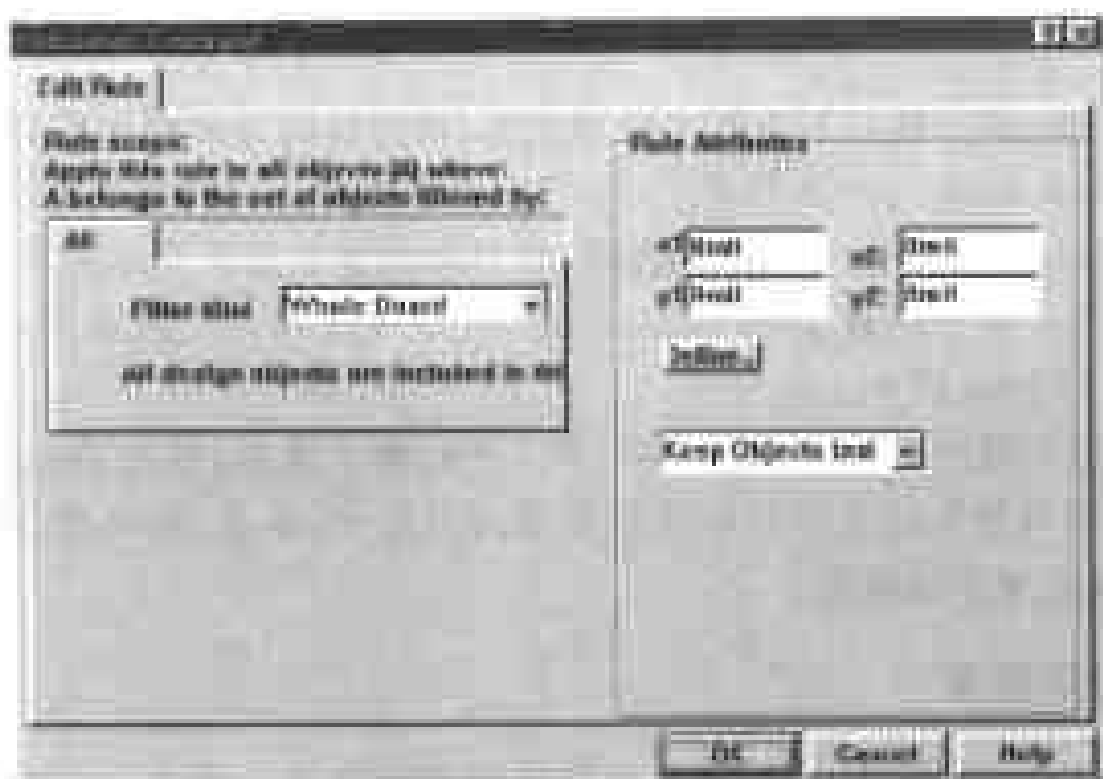

图 9-19 设置对象所在区域的对话框
(1) 选择 Design > Rules,在弹出的 Design Rules 对话框中单击 Manufacturing 标签,然后在对话框中的 Rule Classes 列表框中单击 Confinement Constraint,由于 Protel 99 并没有预置的设计规则,因此对话框下部的方框中是一片空白。
(2) 在对话框底部单击 Add 命令按钮,弹出如图 9-19 所示的对话框,供用户设置对象所在区域的规则。
(3) 在对话框左边单击 Filter kind 选项的下拉列表框,在弹出的下拉列表中提供了若干选项,供用户设定此规则使用的范围,各个选项说明如下: